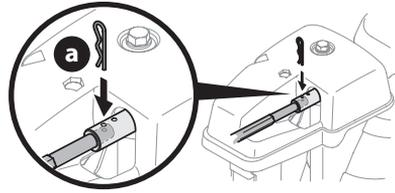

Figura 25
7. Empuje la varilla de control del canal hacia el tablero de control hasta que el orificio de la varilla quede alineado con el collarín de entrada del control del canal que esté más cerca del cabezal de control del canal, e inserte el broche de horquilla (a) que extrajo en el Paso 1 (Figura 25).